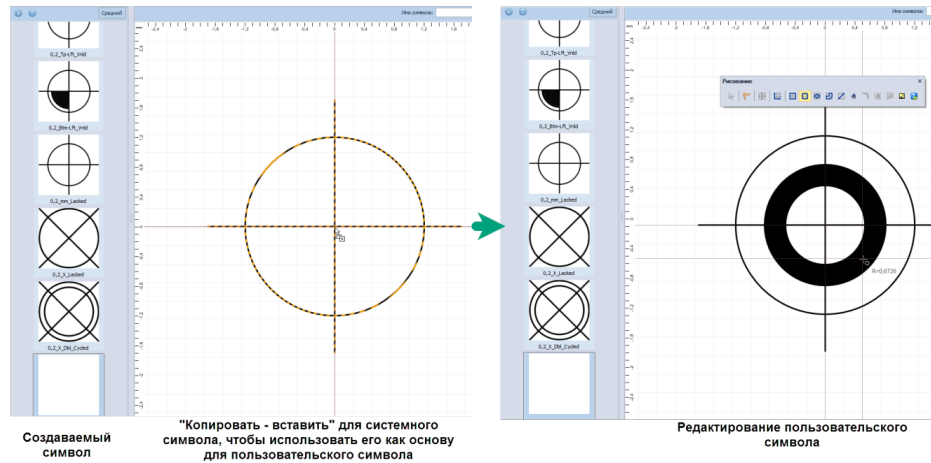

Рис. 356 Создание символа в рабочей области
- При помощи панели «Рисование» создайте требуемый символ или скопируйте наиболее подходящий из числа системных и вставьте в рабочую область создаваемого пользовательского символа, Рис. 356.